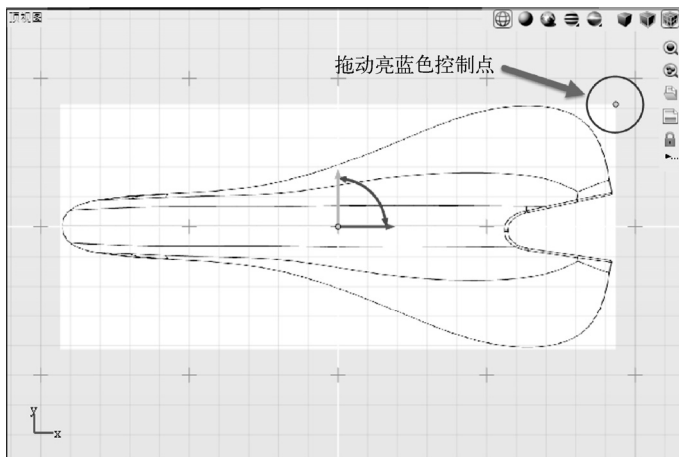

图 2-15 手动调整背景图像
7) 在控制面板中, 取消勾选“保持纵横比”复选框。当再次调整图片时, 即可按任意比例调整图片, 如图 2-15 所示。